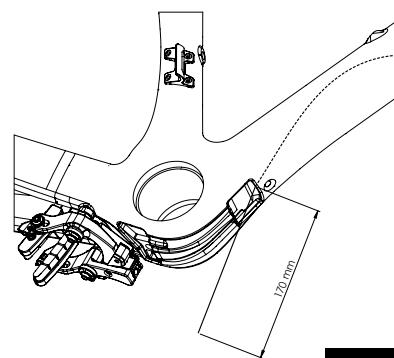

Fig. 27
- 3 / Positionnez sur la gaine de frein arrière le tube mousse long (voir tableau longueurs de mousse) depuis votre marque. Fixez le tube en mousse long sur la gaine de frein à l'aide de ruban adhésif. Renfilez la gaine à 170mm de l'extrémité (Fig. 27). Gardez du mou, la gaine ne doit pas être tendue à l'intérieur du cadre.
2 / Positionnez la gaine de frein à 170mm de l'extrémité (Fig. 27). Gardez du mou, la gaine ne doit pas être tendue à l'intérieur du cadre.